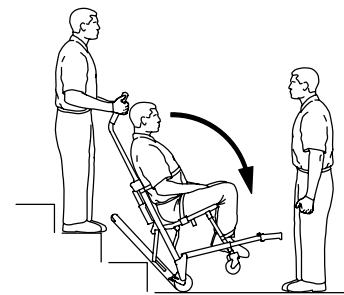

Figura 13 – Pie de las escaleras
10. Operador del extremo de los pies: cuando la oruga llegue al último escalón, suelte los mangos delanteros. Operador del extremo de la cabeza: deje que la silla se incline hacia adelante (Figura 13) hasta que las cuatro ruedas descansen sobre el suelo. Ruede la silla (consulte *Transporte del ocupante sobre superficies planas* (página 12)).